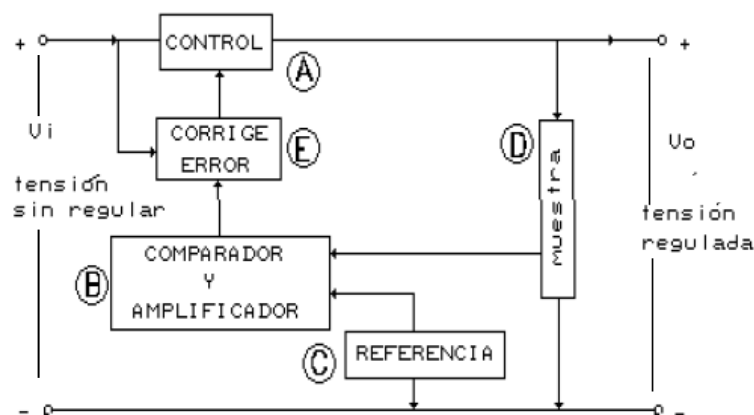
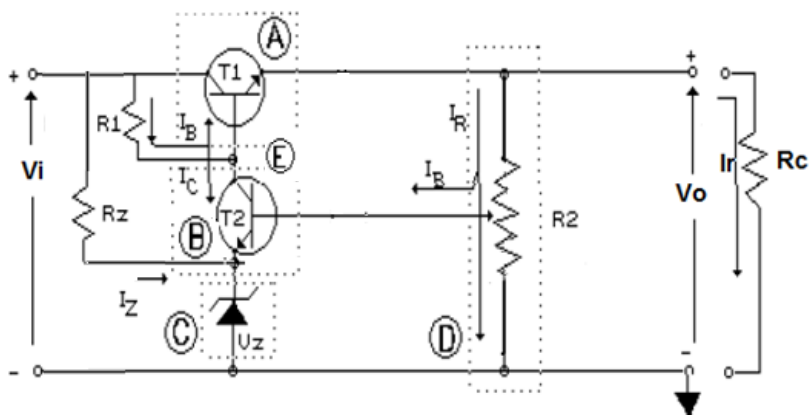

Figura 4: Esquema modular o Diagrama en Bloques del regulador serie
Figura 5: Circuito Regulador serie de 2 Transistores
El esquema de operación básico y general se observa en la figura 4. Un Diagrama en Bloques muestra cómo funciona el regulador.
Una muestra de la tensión de salida (D) y otra de referencia (C) son comparadas en el bloque (B). El resultado actúa sobre el bloque de error (E) que corrige la etapa de Control (A) estabilizando la tensión de salida por aumento o disminución de la corriente de circulación a través de la carga. La figura 5 muestra un circuito básico de regulación serie. Todos los bloques presentados en la figura 4 están presentes.